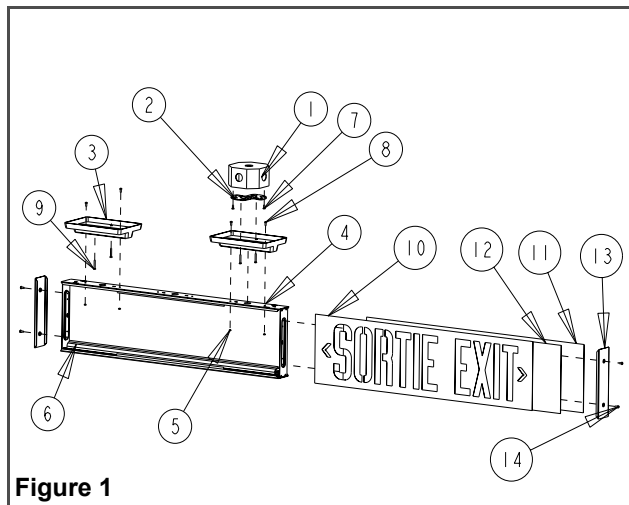

Figure 1
3. Pour ouvrir l'enseigne glisser la face découpée et le diffuseur de couleur pour les sortir du boîtier (voir fig. 1).